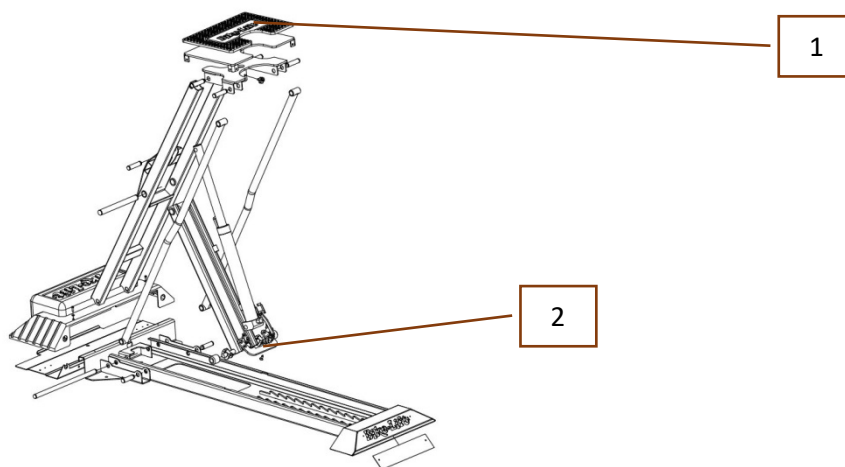

Abbildung 4 – allgemeines Hebebühnenmodell
Bevor Sie das Fahrzeug über die Arbeitsfläche führen, soll kontrolliert werden, ob diese auch (Abbildung 4, [1]) **vollkommen gesenkt wurde**.
- 5- Sobald die gewünschte Arbeitshöhe erreicht wurde, soll die Hebebühne leicht abgesenkt werden, um sicherzustellen, dass der Sicherheitsbügel (Abbildung 4, [2]) in den Sperrblöcken einrastet. Sollte dies nicht der Fall sein, muss die Hebebühne etwas weiter hochgefahren werden, bis der Bügel sich oberhalb des Sperrblocks befindet, der die Hebebühne in der gewünschten Arbeitshöhe absichert.
- 2- Die Hebebühne um ca. 3 cm mittels der Pumpe anheben, den Sicherheitsbügel (Abbildung 4, [2]) durch den entsprechenden seitlichen Hebel herausnehmen und die Senkfunktion tätigen;